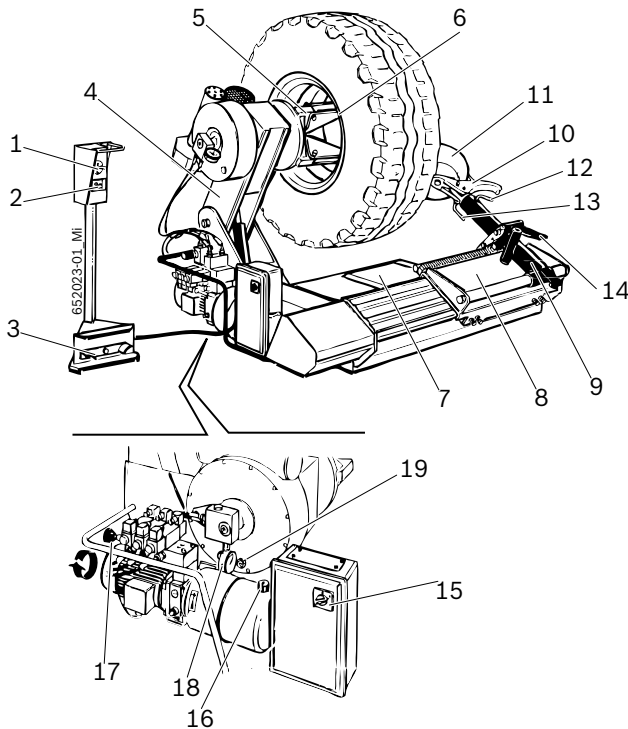

Fig. 1: JUMBO TCS26
La bride de serrage fonctionne grâce à un circuit hydraulique à haute pression, réglable de 20 à 110 bars en tournant la poignée prévue à cet effet (Fig.1, pos.17) et en lisant la valeur sur le manomètre (Fig.1, pos.18). La pression normale d'exercice est de 110 bars. Pour des jantes ayant une valeur d'effort faible ou des jantes particulièrement fines, il est nécessaire de diminuer cette pression.
Pour des roues ayant un diamètre inférieur à 800 mm ou supérieur à 1500 mm, il est recommandé d'enlever l'axe de l'outil de montage (Fig.1, pos.12) et de le positionner dans le deuxième trou.